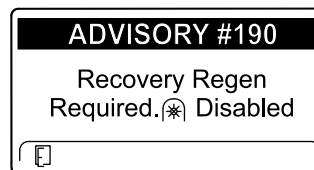

Figura 76
- Recovery regen required (Es necesaria una regeneración de recuperación) ADVISORY #190 (Aviso n.º 190) (Figura 76)